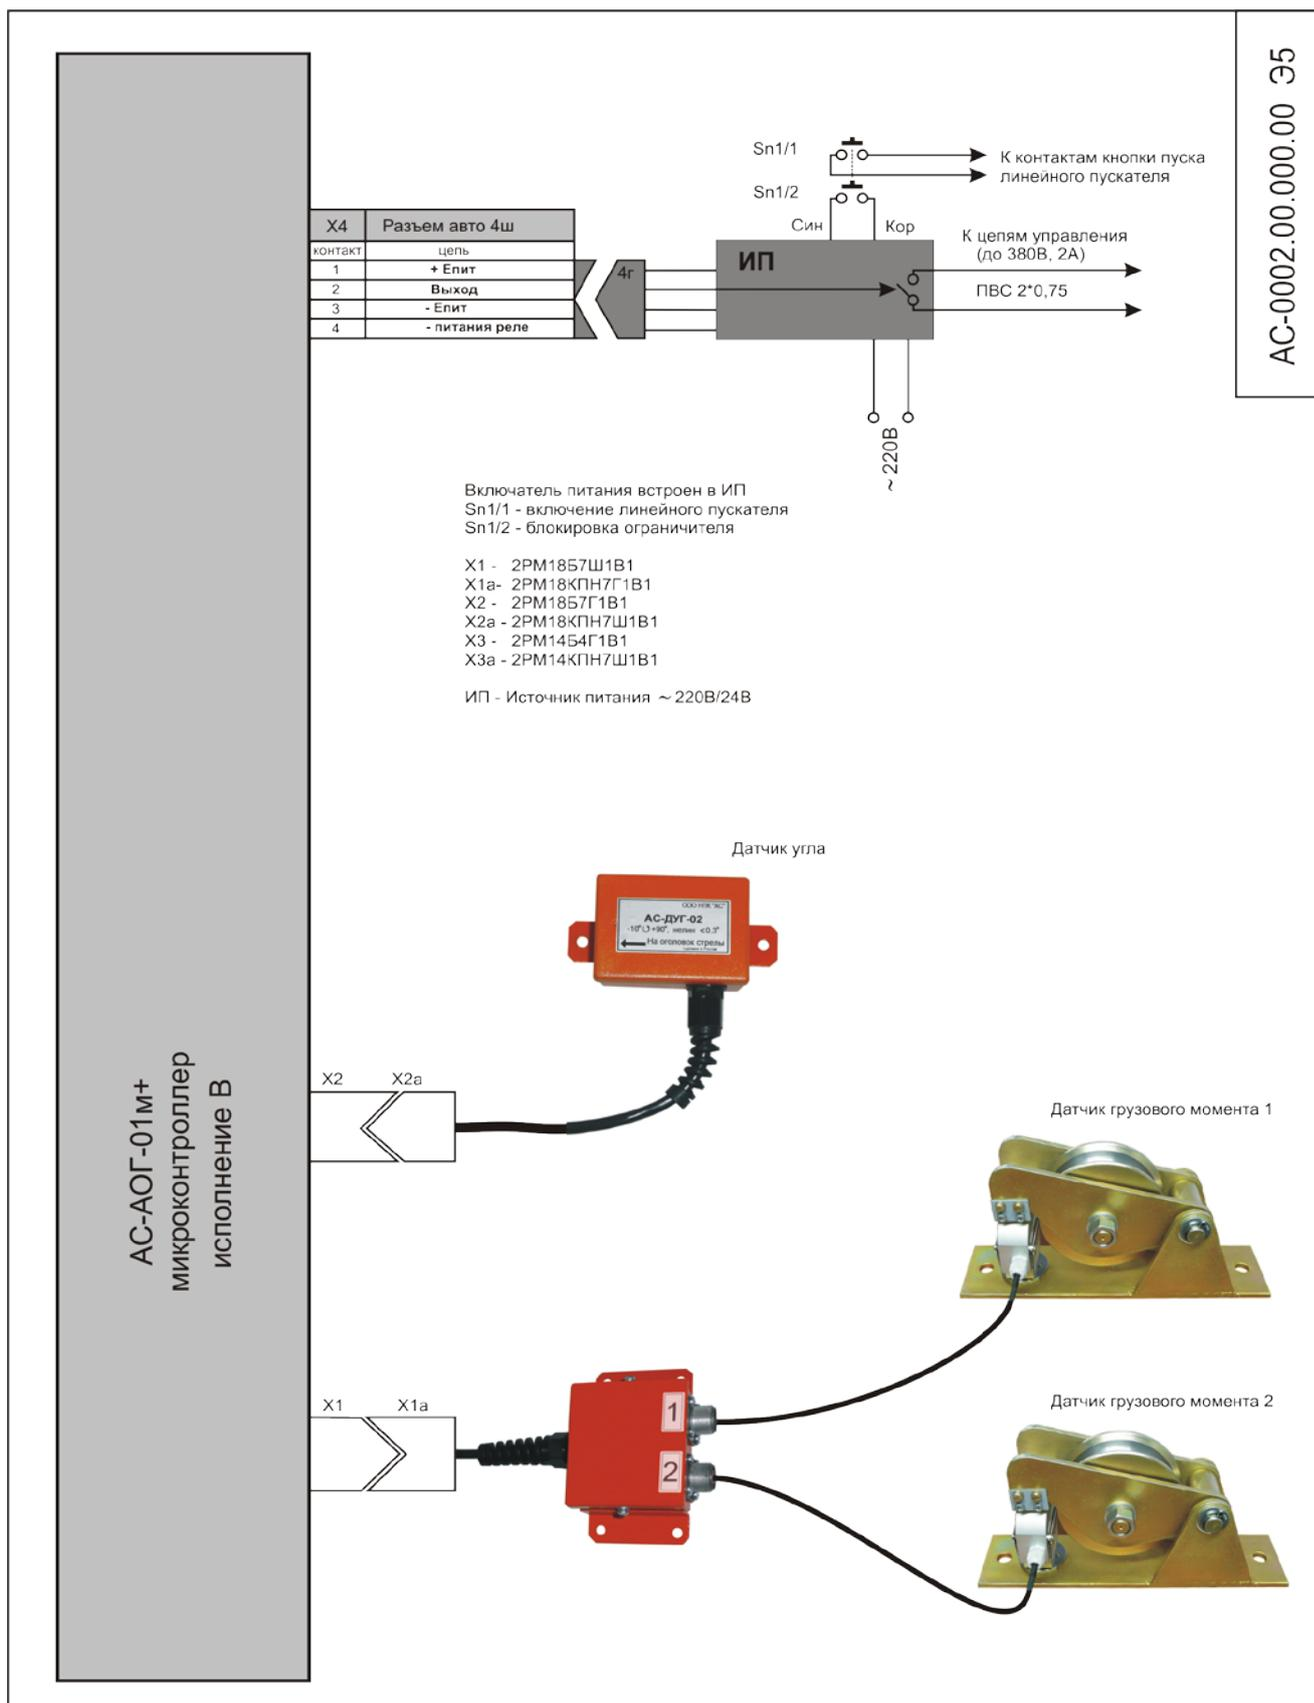

Рис.3
6.1. Описание работы проводится по схеме подключения рис.3.
Подсоединение АОГ к электрооборудованию крана должно быть произведено в соответствии со схемой подключения рис.3, а именно через контакты разъема X4 расположенного на тыльной стороне блока АОГ (рис.2), на задней стенке.
7.4. Подключение составных частей, а также подключение системы АОГ к системе электрооборудования крана производите в соответствии со схемой подключения АС-0002.00.000.00м Э5, рис.3.